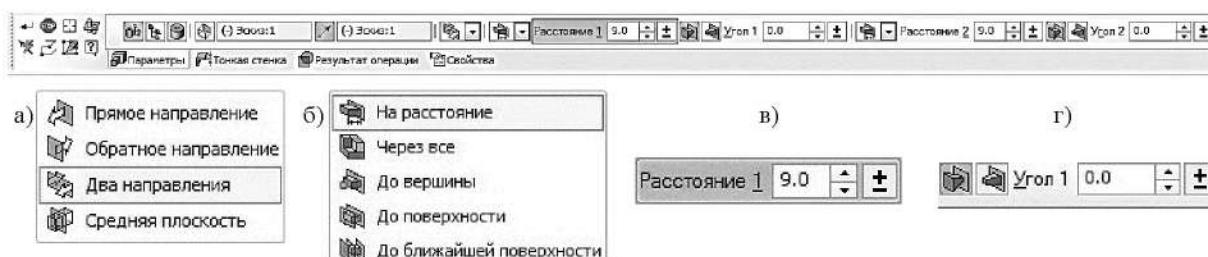

Рисунок 1.14. Панель свойств **Операции выдавливания**
Нажмите кнопку **Операция выдавливания** на панели **Редактирование детали**. После вызова команды появляется панель свойств (рисунок 1.14), а в окне документа фантом трехмерного элемента – временное изображение, показывающее текущее состояние создаваемого объекта (рис. 25, а). На вкладке **Параметры** можно задавать следующие характеристики (все значения параметров при их вводе и редактировании немедленно отображаются на экране в виде фантома модели):
- направление выдавливания (рисунок 1.14, а);
- способ выдавливания (рисунок 1.14, б);
- глубину выдавливания (рисунок 1.14, в);
- направление уклона выдавливания (рисунок 1.14, г).